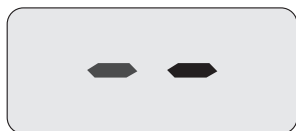
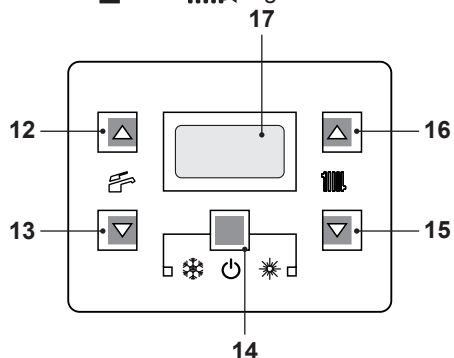

Figura 6.6
Figura 6.7
- Alimentare elettricamente la caldaia azionando l'interruttore bipolare previsto in installazione. Il display LCD visualizza il simbolo  (Figura 6.6).
- Tenere premuto per 2 secondi il tasto 14 fino a far apparire sul display entrambe i simboli  e  (Figura 6.7).
2 secondi il tasto 14 (Figura 6.7) fino a far apparire sul display LCD il simbolo  (Figura 6.6).